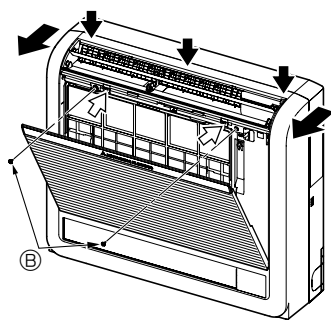
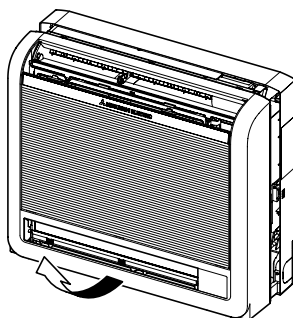

Fig. 3-3
Fig. 3-4
- ① Open het voorste rooster door op de 2 plaatsen te drukken zoals aangegeven door de pijlen ➡. (Fig. 3-3)
- ② Open het voorste rooster en draai de beide schroeven los.
- ③ Open de horizontale klep van de bovenste luchtuitlaat, druk op drie plaatsen aan de bovenkant van het voorpaneel, en trek de bovenkant van het rooster van de binnenunit weg.
- ④ Verwijder het voorste rooster in opwaartse richting. (Fig. 3-4)